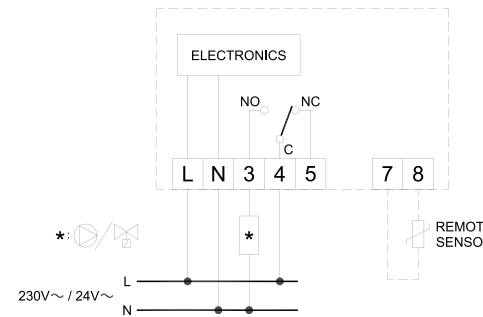
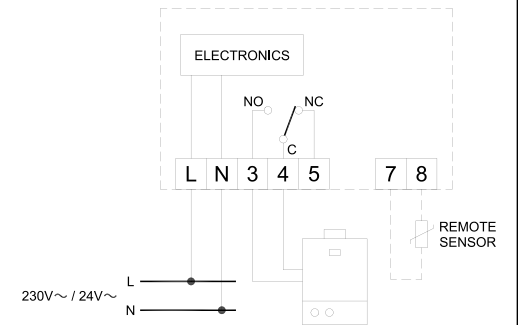

Fig. 7
Fig. 8
4. Eseguire i collegamenti elettrici, facendo passare i fili tramite l'apertura rettangolare (7), seguendo lo schema di collegamento di Fig. 7 e Fig. 8.
4. Make the electrical connections, routing the wires through the rectangular opening (7) and following to the diagram of Fig. 7 and Fig. 8.